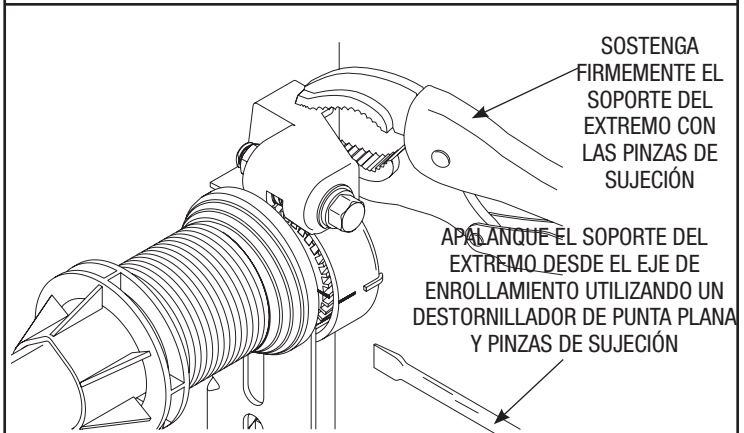

Fig. 7
Paso 6: Sosteniendo firmemente el soporte del extremo derecho con pinzas de sujeción, apalanque cuidadosamente el soporte del extremo y el engranaje impulsor fuera del eje de enrollamiento utilizando un destornillador de punta plana (Fig. 7).
Paso 7: Repita el paso 4 en el lado izquierdo. Sosteniendo firmemente el soporte del extremo izquierdo con pinzas de sujeción, apalanque cuidadosamente al soporte del extremo fuera del eje de enrollamiento utilizando un destornillador de punta plana (Fig. 7).